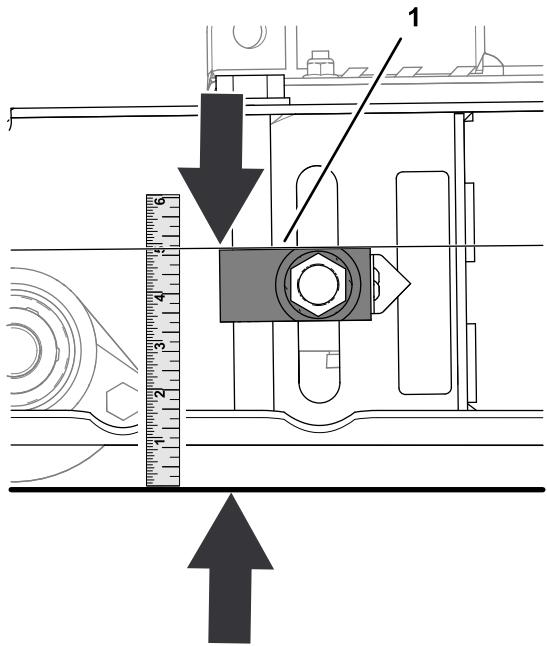

Bild 81
- Messen Sie den Abstand zwischen der Oberseite der Schnitthöhenverstellung und dem Boden (**Bild 81**).